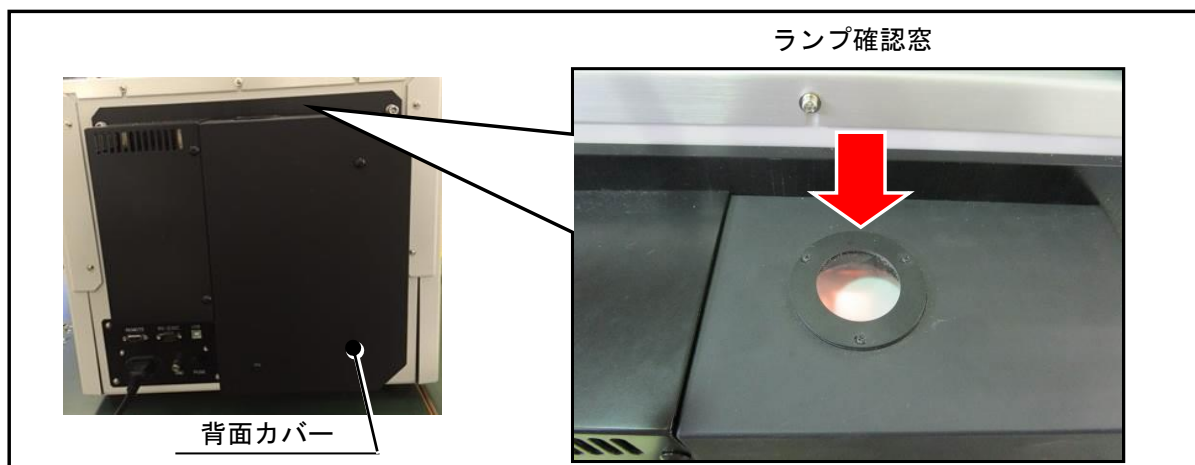

図5. ランプ点灯確認
- (2) 測定用ランプのコネクタとネジを取り付けます。
(3) 本機の背面カバーを2箇所のネジで取り付けます。
(4) 電源コードをコンセントに差し込み、電源スイッチをONにします。
(5) ランプ確認窓からランプが点灯していることを確認してください（図5）。